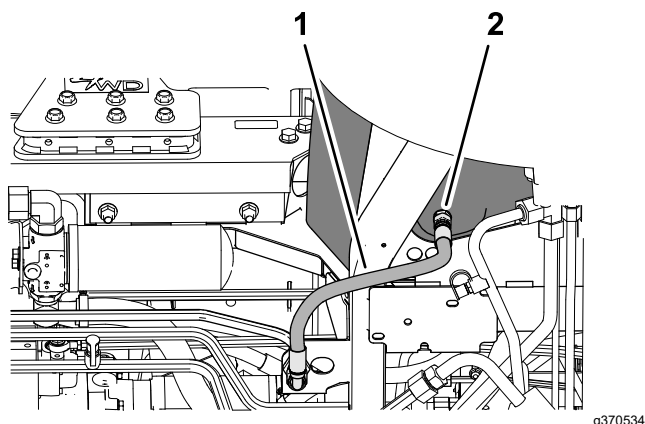

Figura 165
3. Aezai tava de golire sub rezervorul hidraulic (Figura 165).